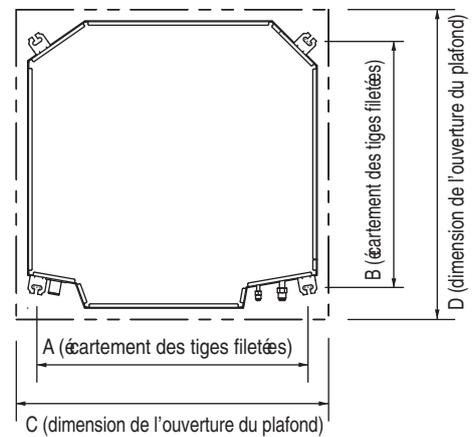

Fig. 3-33
(2) Percez les trous dans le plafond conformément à la figure 3-33 et au tableau 3-3.